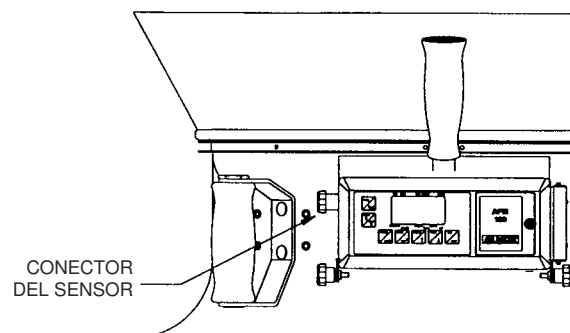

Figura 5—Conector del sensor
- 8: Verifique que el conector del sensor esté colocado al medidor electrónico tal como se muestra en Figura 5.